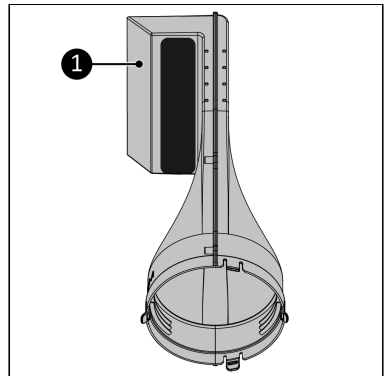

Figure 191.
4. Placez le Way-out devant vous. Assurez-vous que l'ouverture ronde soit en face de vous (Figure 191).
5. Assurez-vous que la sortie d'air (Figure 191, pos. 1) est dirigée vers la gauche.